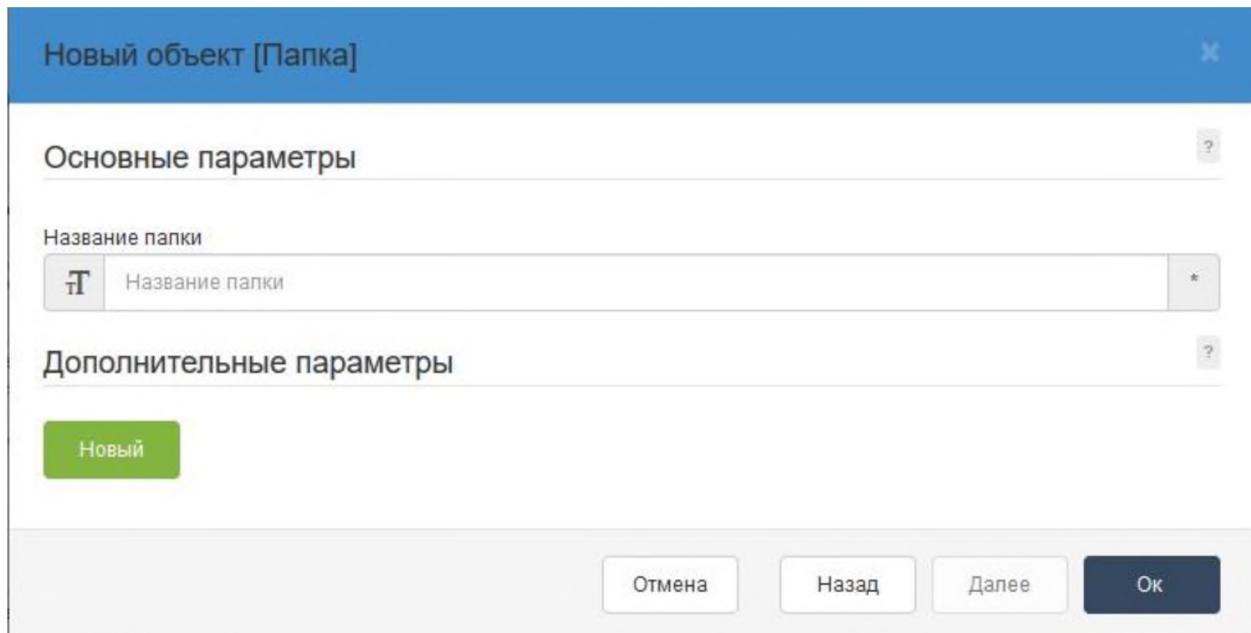

Рисунок 57 – Ввод названия завода
- 5) Введите название завода и нажмите **OK** (рис. 57).